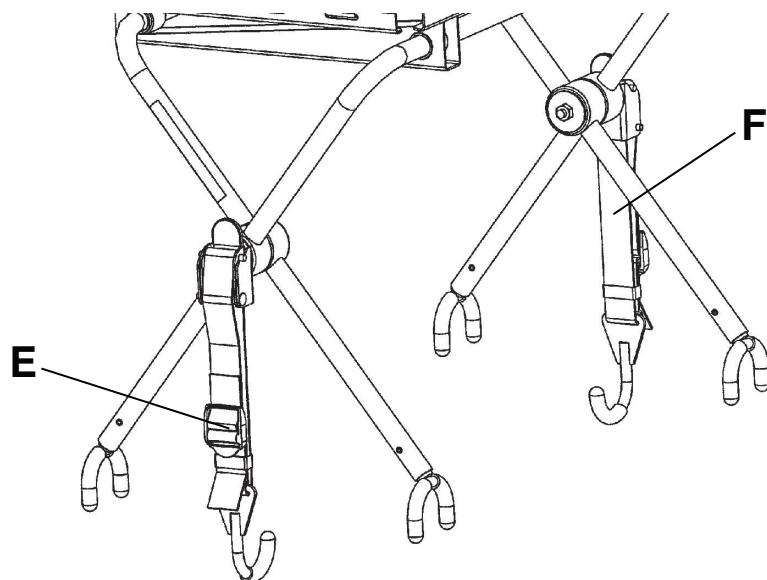

Abbildung 20 – Defibrillatorplattform an der Trage befestigen
9. Den Defibrillator mit den Gurten (E) an der Defibrillatorplattform befestigen (Abbildung 20).